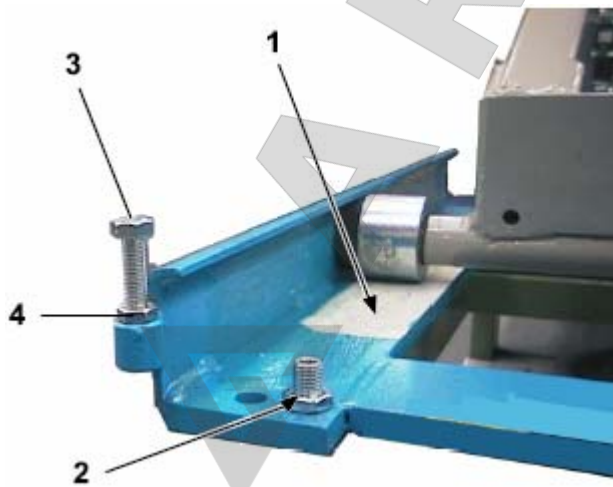
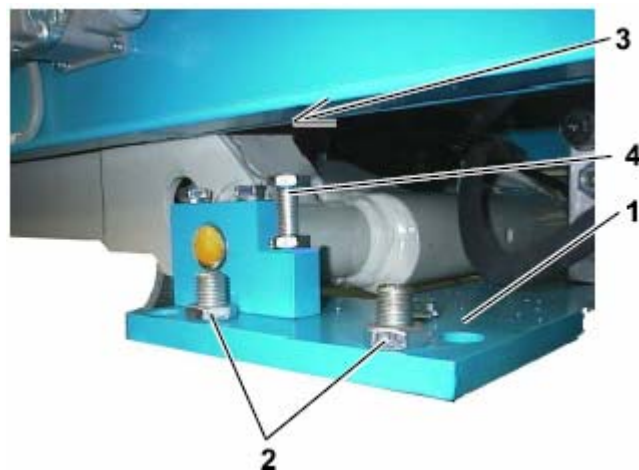

Рис. 32
Рис. 33
- Проверьте выравненность оснований платформ, используя в качестве точек отсчета: поверхности скольжения валиков (1, Рис. 32) и опоры для шатунного механизма (1, Рис. 33). При необходимости воспользуйтесь регулировочными винтами (2, Рис. 32 и Рис. 33). В данном случае основание подъемника должно полностью лежать на полу во избежание возможных его деформаций. Если необходимо, используйте клинья.